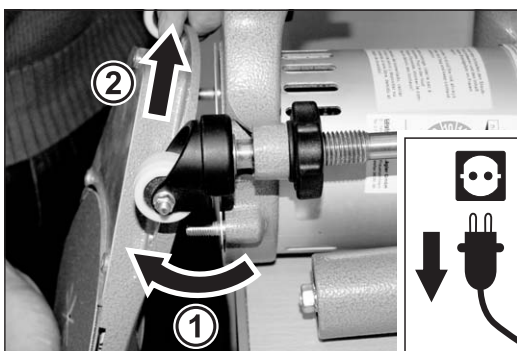

Abb. 24 Den Vorsatz von der Maschine abnehmen.
- 4 Nehmen Sie den Vorsatz von der Maschine (Abb. 24) und legen Sie ihn zur Seite.